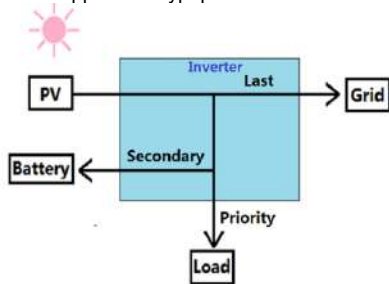

Figure1-5
1. Si le PV est suffisant, le PV fournit de l'énergie à la charge prioritaire, puis charge la batterie et alimente le réseau avec le surplus d'énergie. (Figure 1-5)